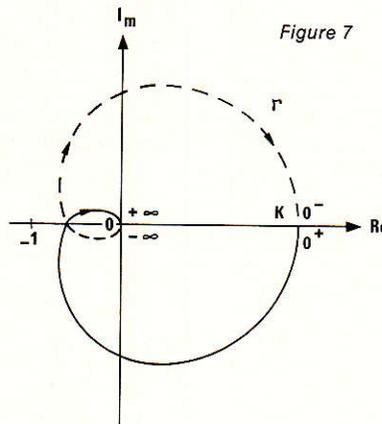

Figure 7
- la transformée du demi-axe 0^+ , $+\infty$ est le lieu de Nyquist de $T(j\omega)$ pour ω croissant de 0^+ à l'infini (figure 7).
- si $T(p)$ n'admet aucun pôle à l'origine, $T(0)$ est le gain K , et la transformée du cercle infiniment petit 0^- , 0^+ , est le point K de l'axe des réels. Le contour (Γ) devient alors celui de la figure 7.